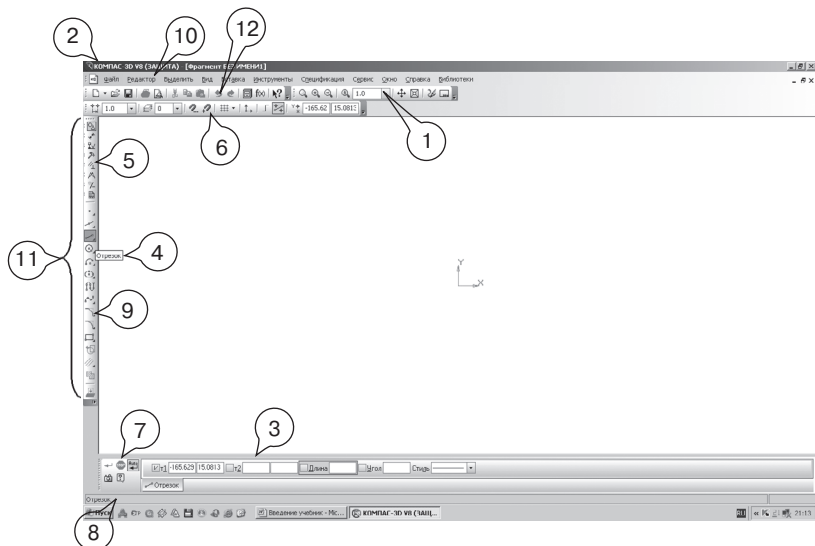

Рис. 19. Найдите соответствие
1. Найдите соответствие (рис. 19):